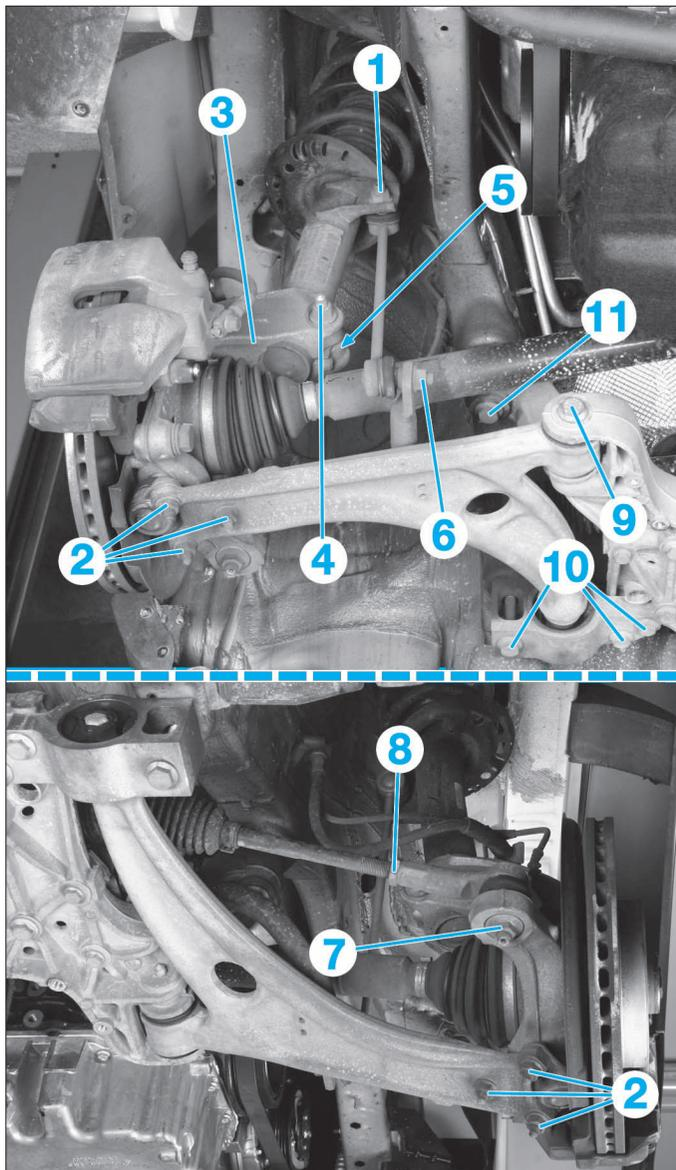

FIG. 4
- Dévisser l'écrou de la biellette (1) de la barre stabilisatrice sur l'élément de suspension (Fig.4).
- Desserrer les écrous (2) de la rotule inférieure sur le triangle inférieur.
- Desserrer la vis de fixation (4) inférieure de l'élément de suspension sur le pivot (3).
- Écarter l'ouverture du pivot (5) à l'aide d'un outil adapté que l'on tournera de 90°.
Placer l'écrou du boulon de bridage (4) de l'élément de suspension dans le pivot vers l'avant et sa vis vers l'arrière (Fig.4).
- Déposer les écrous (2) de la rotule du triangle inférieur (Fig.4).